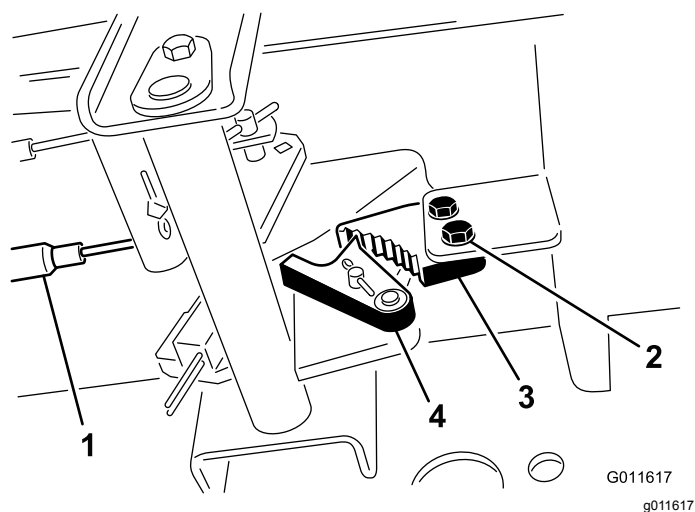

Figura 86
- Solte os 2 parafusos que prendem a lingueta do travão de estacionamento à estrutura (Figura 86).
- Carregue no pedal do travão para a frente até o detentor do estacionamento engatar completamente na lingueta do travão (Figura 86).